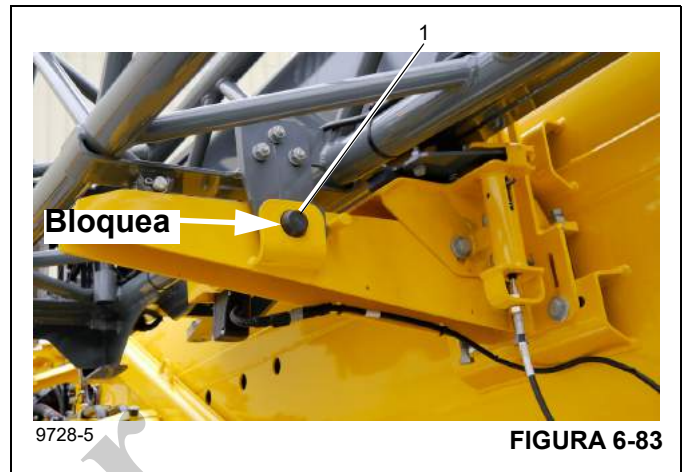

FIGURA 6-83
10. Verifique que el pasador n.º 1 esté desbloqueado (1), (Figura 6-83). (Figura 6-83) muestra la posición de bloqueo.